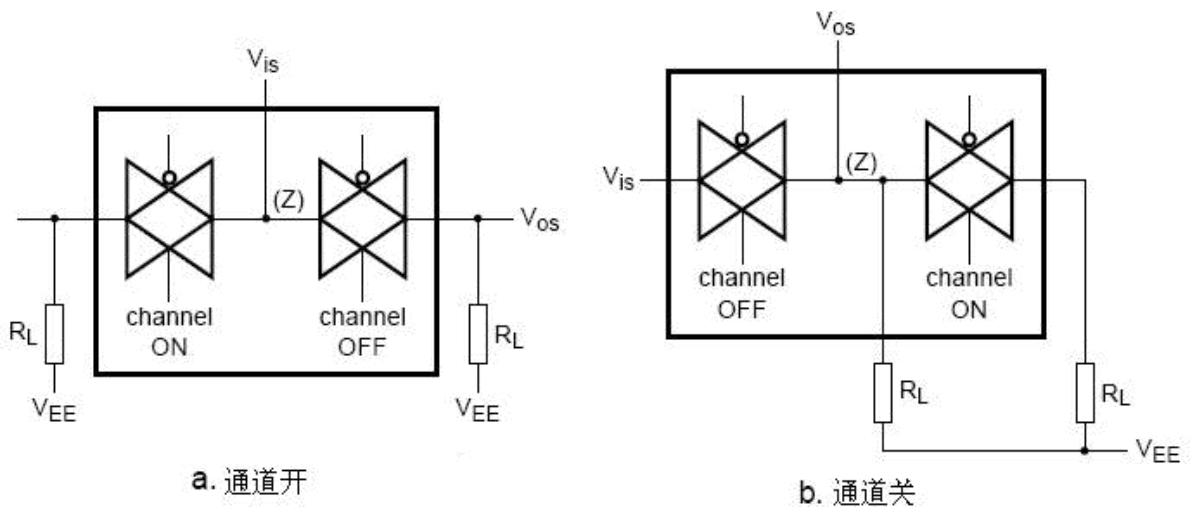

图 9、通道间串扰测试图
- 1、 $R_L = 1 k\Omega$; $20\log V_{os}/V_{is} = -50dB$, 见图 9